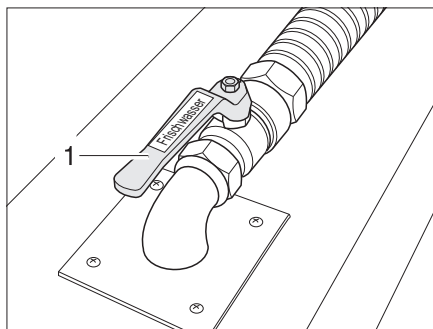

Bild 238 Avtappningskran i dubbelgolv
Avtappningskranen (Bild 238,1) sitter i dubbelgolvet. Avtappningskranen är märkt med texten "Färskvatten".
- Öppna avtappningskranen (Bild 238,1). Vattnet rinner ut.